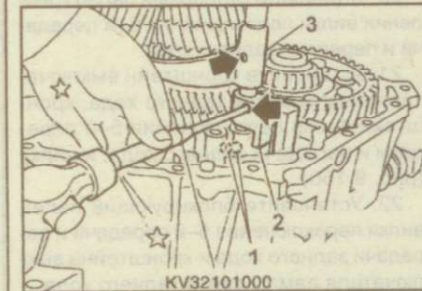

Рис. 9.155. Установка стопорного шарика (1), кронштейна (2) вилки и вилки (3) переключения 1-й и 2-й передачи
17. Установите вилку переключения 1-й и 2-й передач, кронштейн и шток вилки (рис. 9.155).